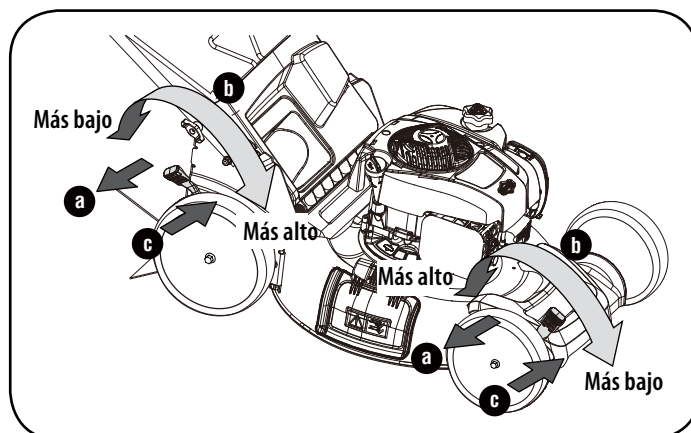

Figura 10
1. Tire la palanca de ajuste de altura hacia afuera en dirección a la rueda (la unidad tenderá a caerse cuando la palanca se mueva hacia afuera). Ver la Figura 10.
2. Mueva la palanca a la posición deseada para cambiar la altura de corte. Ver la Figura 10.